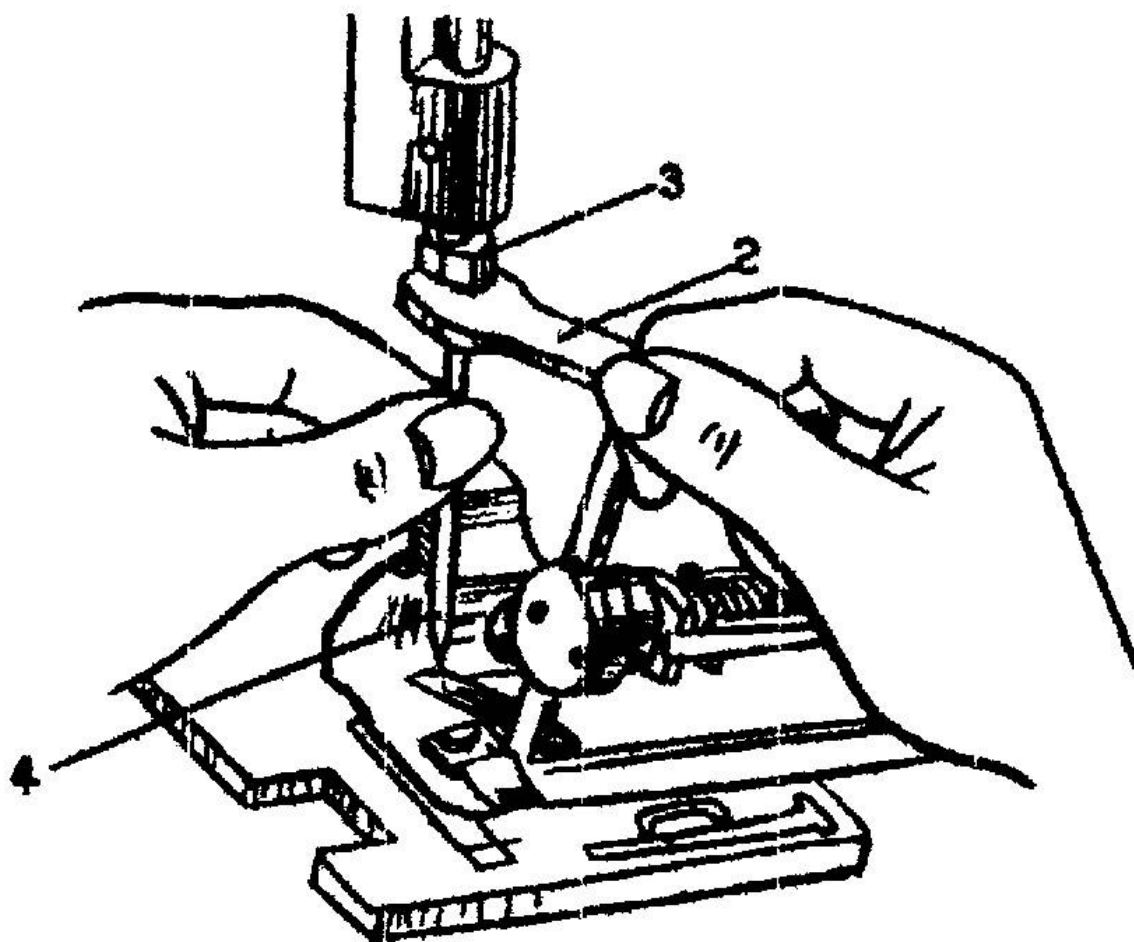

Рис. 2.
Для замены иглы: поверните шкив по часовой стрелке, пока игольник не установится в самое высокое положение. Освободите гайку иглы (3) поворачивая ее по часовой стрелке ключом (2) и замените иглу (4) на соответствующую рис. 2